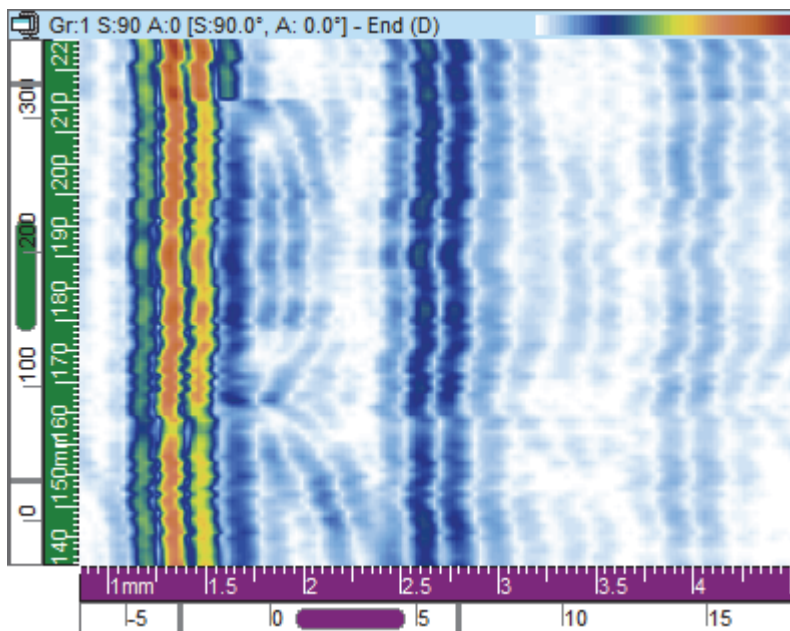

図 3-24 端面 (D) ビューの例
端面 (D) ビュー (87 ページの図 3-24) は、記録データを 2D グラフィックで表示します。軸の 1 つは定義済みのインデックス軸で、もう 1 つの軸は未補正のビーム路程 (USound path) です。表示されるデータの位置は、データ収集時のエンコーダー位置と関連しています。投影されたイメージ上の任意の位置では、その位置におけるスキャン軸の範囲で検出された最大振幅に対応する色が表示されます。